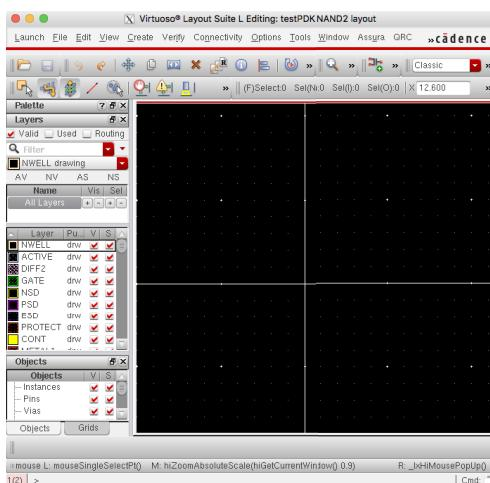

図 10: LayoutL 起動画面
2. 立ち上がったウィンドウで Cell 欄に NAND2、Type 欄に layout を選択して OK をクリックすると図 10 に示すような、空の（真っ黒の）レイアウトエディタが立ち上がる。ライセンスに関するウィンドウが立ち上がった場合には Yes または Always をクリックする。